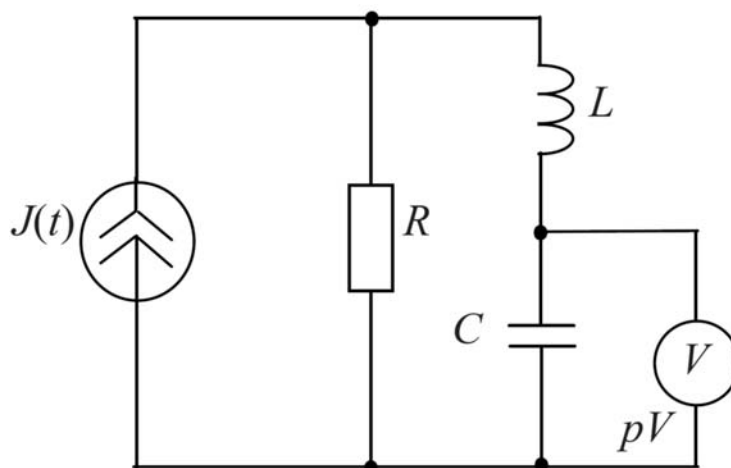

Рис. 24
3.4 Определить частоту и индуктивность, если цепь, изображенная на рис. 24, находится в режиме резонанса и известны следующие значения: $J(t) = 10 \sin \omega t \text{ А}$, $R = 10 \text{ Ом}$, $C = 1 \text{ мкФ}$, $pV = 10/\sqrt{2} \text{ В}$.